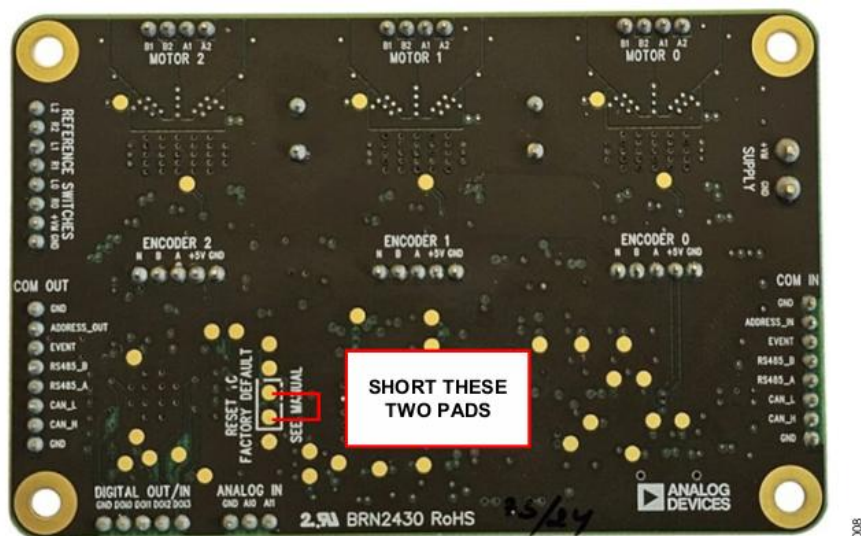

図 7. PCB を底面より見た図 - 出荷時デフォルト値へのリセット
2. PCB 底面のパッドを短絡します。図 7 を参照してください。